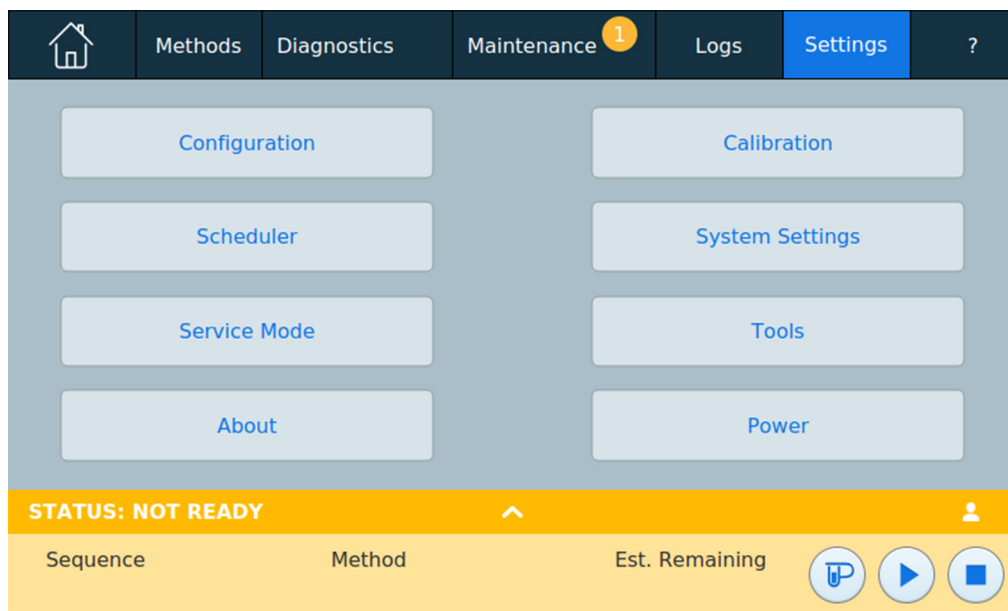

Figura 62 Vista impostazioni
- 1 Premere Settings sulla barra di controllo del touch screen. Si apre la vista impostazioni. Vedere Figura 62.